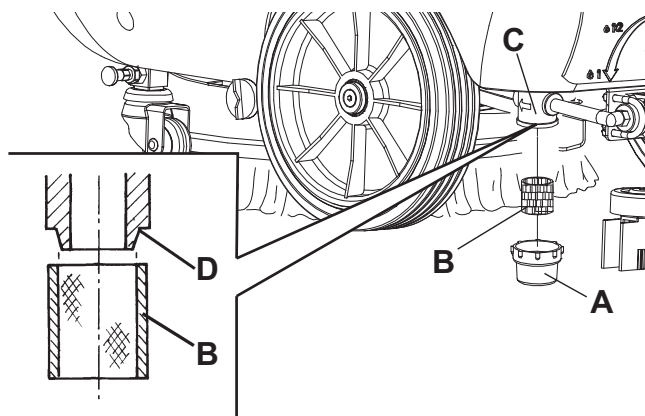

Рис. 8
1. Опорожните бачок для раствора (32), как показано в соответствующем разделе.
4. Снимите прозрачную крышку (А, Рис. 8), затем удалите сетку фильтра (В). Очистьте и установите их на стойке (С).